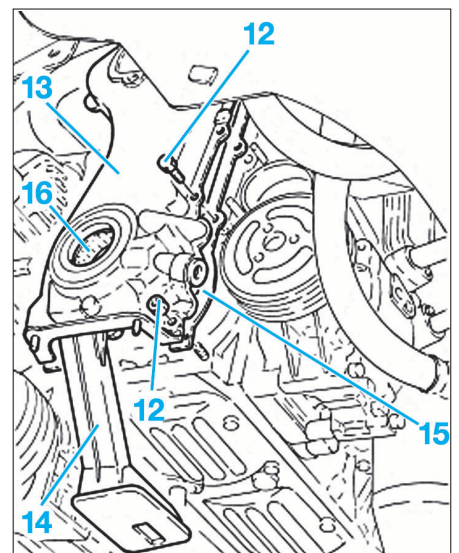

FIG. 7
- les vis et les écrous de fixation (12) du carter de distribution (Fig.7).
- le carter de distribution (13) avec la pompe à huile et la crépine (14).
- le joint de distribution (15)
- le joint de vilebrequin (16) sur le carter de distribution.